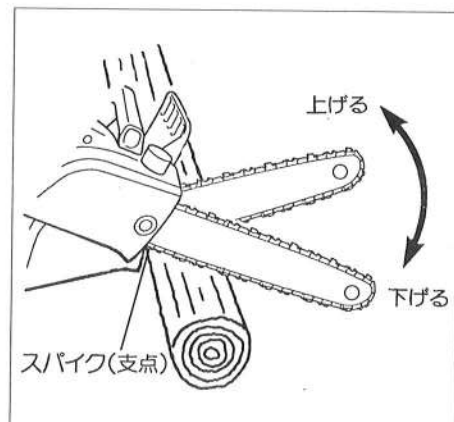

図15
④切断材料が大きいときは、スパイクを支点にテコの運動をさせながら切断してください。(図15参照)